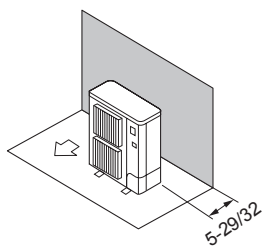

Fig. 2-6
- ① Obstáculos en la parte trasera (Fig. 2-6)